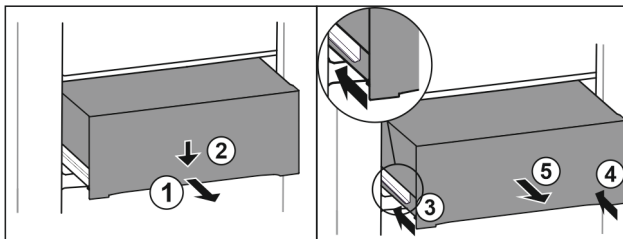

Fig. 104
- Izvucite ladicu na pola. Fig. 104 (1)
- Pritisnite ladicu naprijed prema dolje. Fig. 104 (2)
- Gurnite lijevu vodilicu za oko 2 cm. Fig. 104 (3)
- Gurnite desnu vodilicu za oko 2 cm. Fig. 104 (4)
- Izvadite ladicu prema naprijed. Fig. 104 (5)